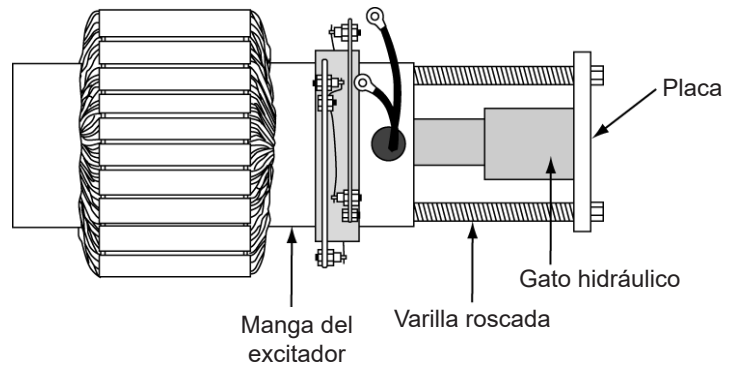

Figura 25 Extracción de la unidad de la armadura
5. Lentamente hale hacia fuera del eje del generador la unidad de la armadura. Si no se puede extraer el excitador con la mano, use un gato hidráulico como se muestra en la Figura 25.